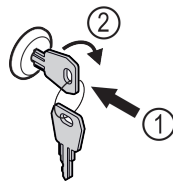

Fig. 105
- ▶ Dugja be a kulcsot Fig. 105 (1).
- ▶ Forgassa el a kulcsot 90°-kal az óramutató járásával megegyező irányba Fig. 105 (2).